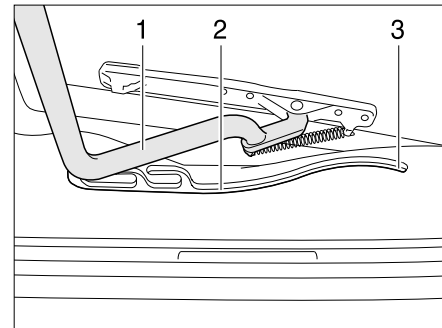

Bild 46 Heki-Dachhaube, Führung
- Den Bügel (Bild 46,1) in den Führungen (Bild 46,2) bis in die hinterste Position (Bild 46,3) ziehen.
- Den Bügel (Bild 46,1) mit beiden Händen leicht nach oben drücken.
- Den Bügel in den Führungen (Bild 46,2) bis zur gewünschten Stellung ziehen.